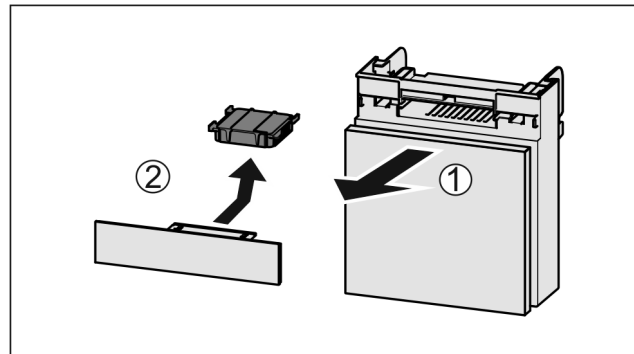

Fig. 148
- Tõmmake Fig. 148 (1) laegas ettepoole välja.
- Võtke Fig. 148 (2) aktiivsöefilter välja.